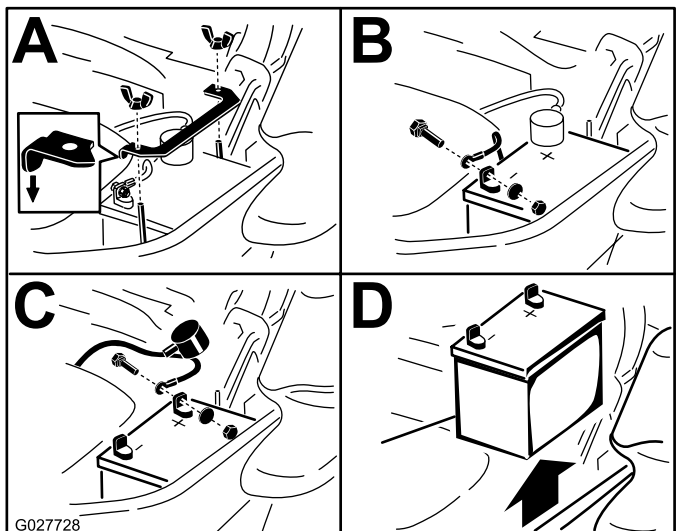

Figure 55
3. Retirez la batterie, comme montré à la Figure 55.